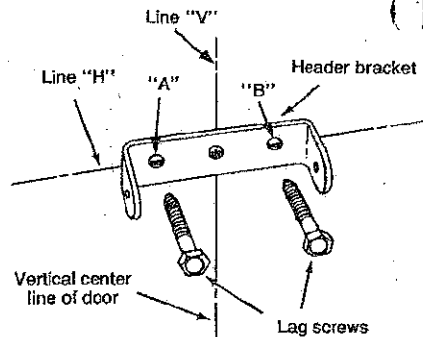

Fig. 12
3. Install header bracket (Fig. 12).